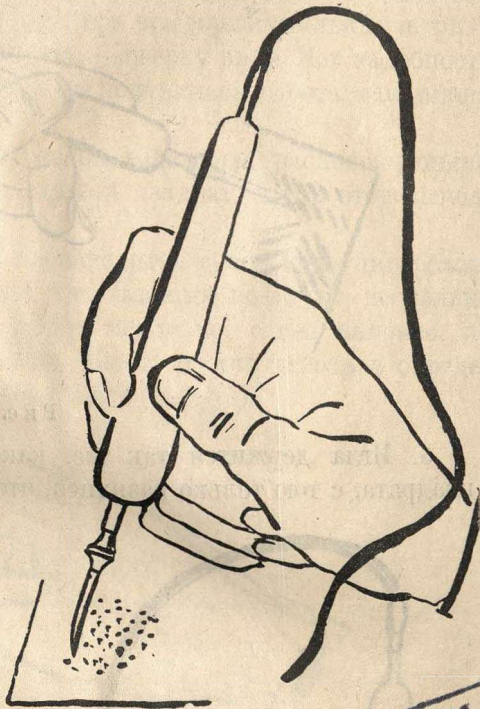

Рис. 12
1. Обработка плоскости точками выполняется иглой, поставленной почти отвесно. Густота тона зависит от величины точек и от того, как часто они поставлены. В левом нижнем углу квадрата от частого расположения точек получается темный тон. В правом нижнем углу точки крупнее, но расставлены дальше друг от друга. Тон получается почти тот же, но характер поверхности другой. Такими приемами достигается разнообразие в работе. Исполнение точек очень просто, иглой при-трагиваются к поверхности на манер того, как клюет птица. Если же надо сделать точки больше, то одновременно с нажатием на грушу ставят иглу и, задерживая ее, слегка погружают в дерево. Положение руки указано на рис. 12.